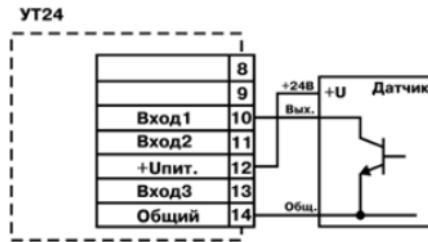

Рисунок 3.11
- активные датчики, имеющие на выходе транзистор п-р-п-типа с открытым коллекторным выходом. Для питания таких датчиков на клеммник прибора выведено напряжение +24...+30 В (максимальный ток нагрузки 100 мА) (рисунок 3.11);